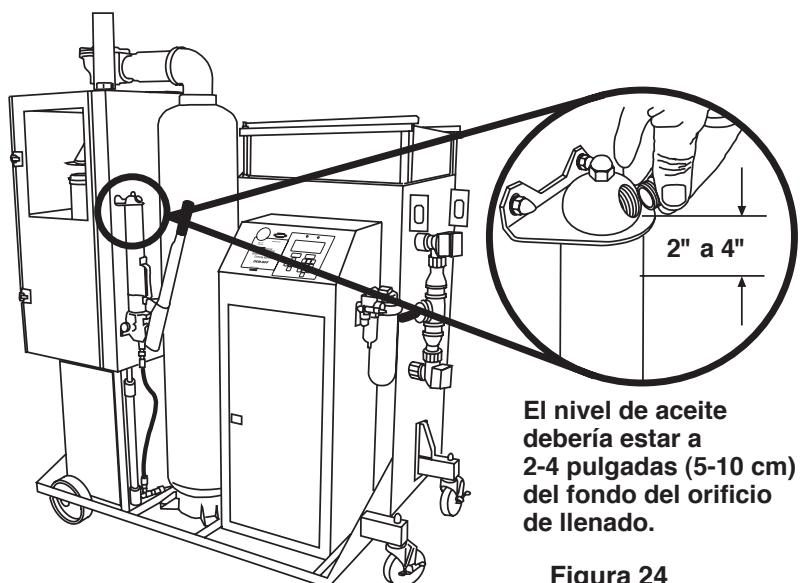

Figura 24
8. Con los cilindros completamente retraídos, revise el nivel de aceite en el depósito de la bomba quitando el tapón de llenado ubicado en la tapa terminal de la bomba. El aceite debería estar a 2–4 pulgadas (5–10 cm) del fondo del orificio de llenado. Consulte la figura 24. Añada aceite hidráulico de alta calidad si es necesario.